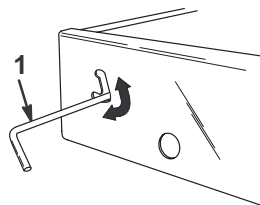

Figure 18
1. Poussez le verrou vers le haut dans la fente découpée dans le châssis (Fig. 18).
3. Pour bloquer le plateau sur le châssis, poussez le verrou en bas de la fente (Fig. 18).